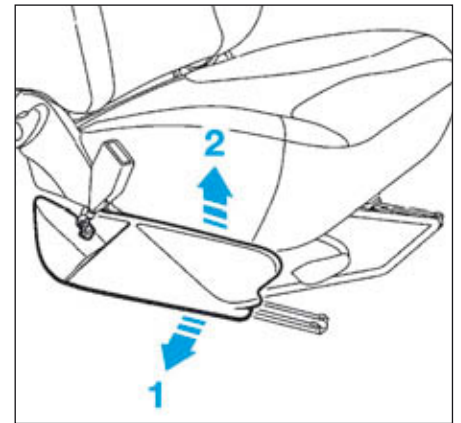

FIG. 19
- Déclipper le carter de siège avant en suivant les flèches de mouvement (1) et (2) (Fig.19).